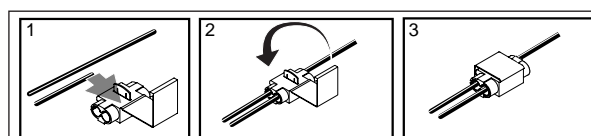

Fig.1
4. De andere draden van de kabelboom worden, middels de meegeleverde CL-verbinders, aan de voertuigdraden volgens Fig.1 en onderstaand schema aangesloten: